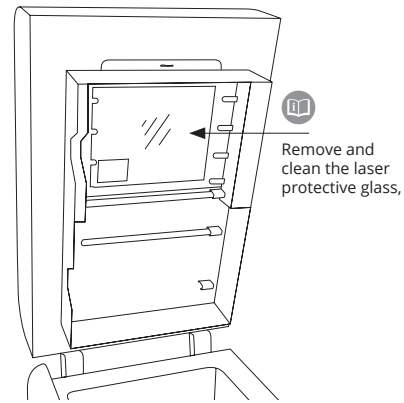

Abbildung 42. Bildschirm für das Reinigen des LASER PROTECTIVE GLASS.
1. Entfernen und reinigen Sie das LASER PROTECTIVE GLASS (Abbildung 42). Es wird empfohlen, das Glas vor und nach jedem Druck zu reinigen. Befolgen Sie zum Reinigen des Glases die Anweisungen in Abschnitt 2A dieses Handbuchs („Installieren/Reinigen des LASER PROTECTIVE GLASS“).